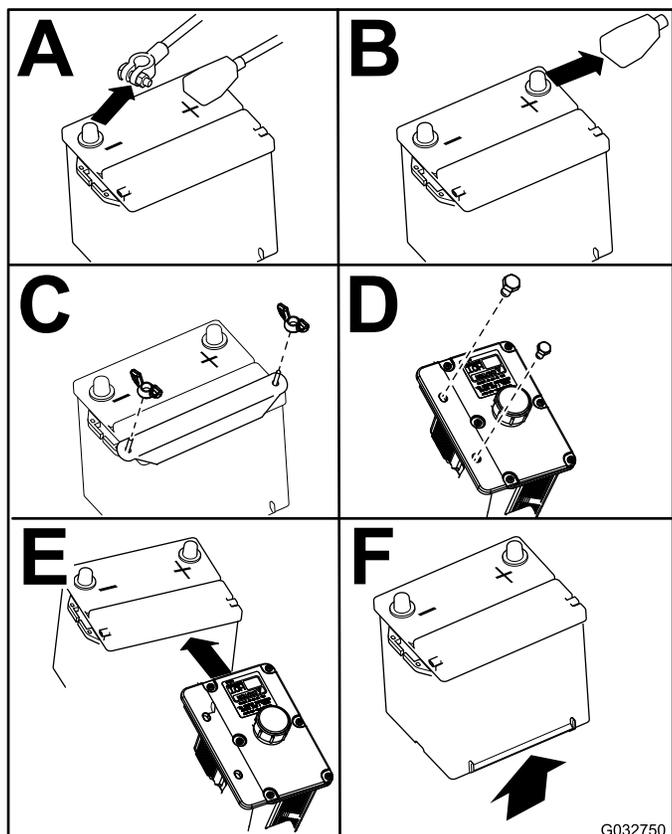

Figura 69
3. Remova a bateria como se mostra na Figura 69.